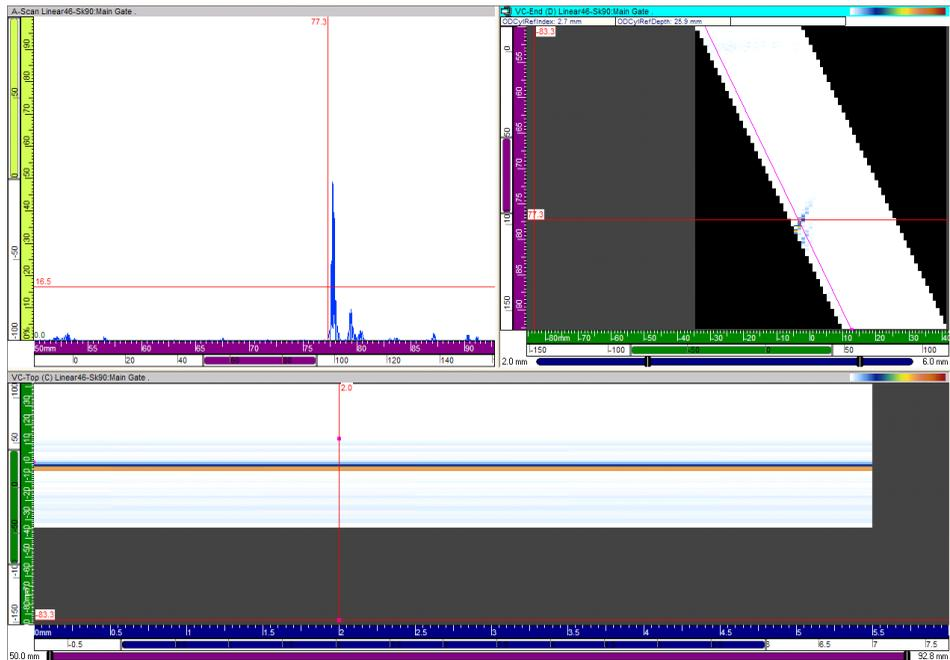

Figure 7-80 Analyse de mesures cylindrique d'un balayage linéaire
2. Consultez le Figure 7-80 à la page 443 et effectuez les tâches suivantes :
- b) Lisez les valeurs de la correction cylindrique dans la vue **VC-END (D)**.